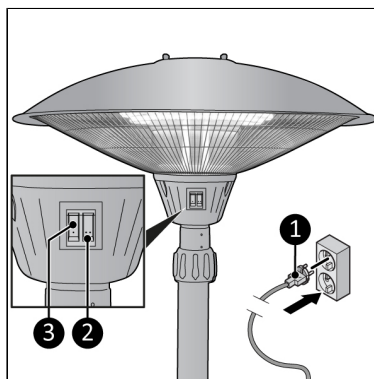

Figure 51.
4. Assurez-vous que le commutateur I (Figure 51, pos. 3) et le commutateur II (Figure 51, pos. 2) sont tous deux en position OFF.
5. Insérez la fiche d'alimentation (Figure 51, pos. 1) dans une prise murale reliée à la terre et facilement accessible. Utilisez une prise murale mise à la terre d'une puissance minimale de 2100 watts.
- Réglage bas : appuyez sur le commutateur I (Figure 51, pos. 3) ;
- Réglage moyen : appuyez sur le commutateur II (Figure 51, pos. 2) ;
- Réglage élevé : appuyez sur le commutateur I (Figure 51, pos. 3) et le commutateur II (Figure 51, pos. 2).
1. Assurez-vous que le commutateur I (Figure 51, pos. 3) et le commutateur II (Figure 51, pos. 2) sont en position OFF.
2. Retirez la fiche d'alimentation de la prise de courant (Figure 51, pos. 1).